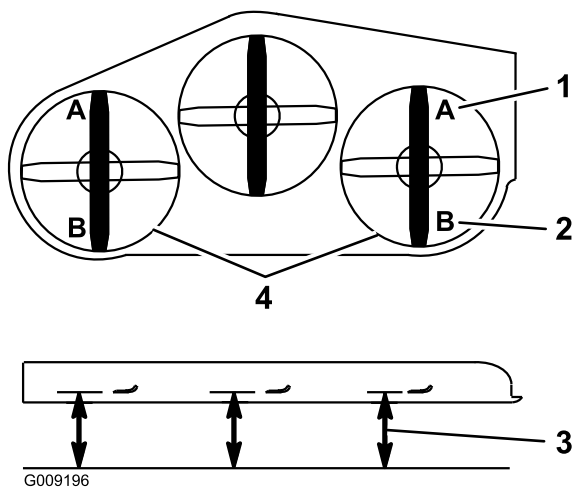

Figure 94
9. De chaque côté du tablier de coupe, mesurez la distance entre la surface plane et la pointe avant de la lame (position A). On doit obtenir un écart de 7,6 cm (3") (Figure 94).
15. De chaque côté du tablier de coupe, mesurez la distance entre la surface plane et la pointe arrière de la lame (position B). On doit obtenir un écart de 8,3 cm (3 1/4") (Figure 94).